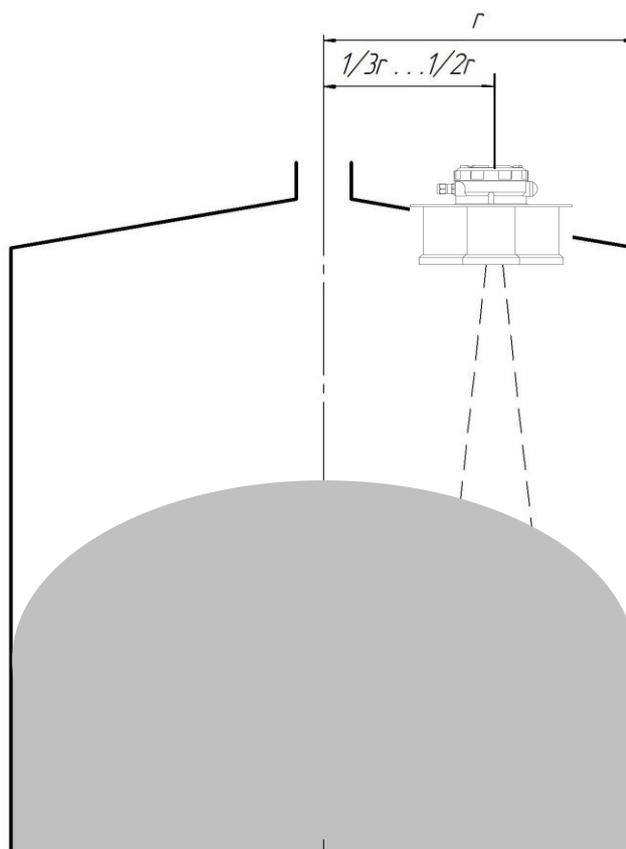

Рис. 4.4. Установка прибора
- расстояние от стенки емкости до центральной оси уровнемера выбирать в пределах $1/2 \dots 1/3$ радиуса резервуара, рис. 4.4;